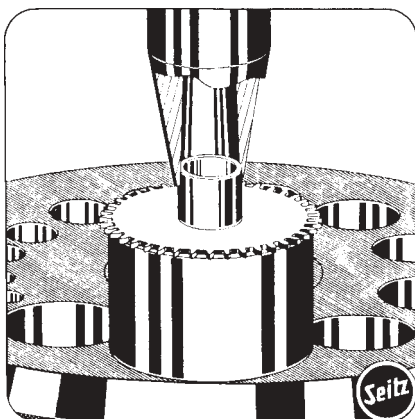

Abb. 71
b) Zum Ausschlagen von Unruhwellen wird der Punzen in die Unterdrehung der Unruhwellen eingesetzt, aber ohne dass der Nietrand (der Nietkragen ist vorher abzdrehen) berührt wird (Abb. 71). Als Unterla-